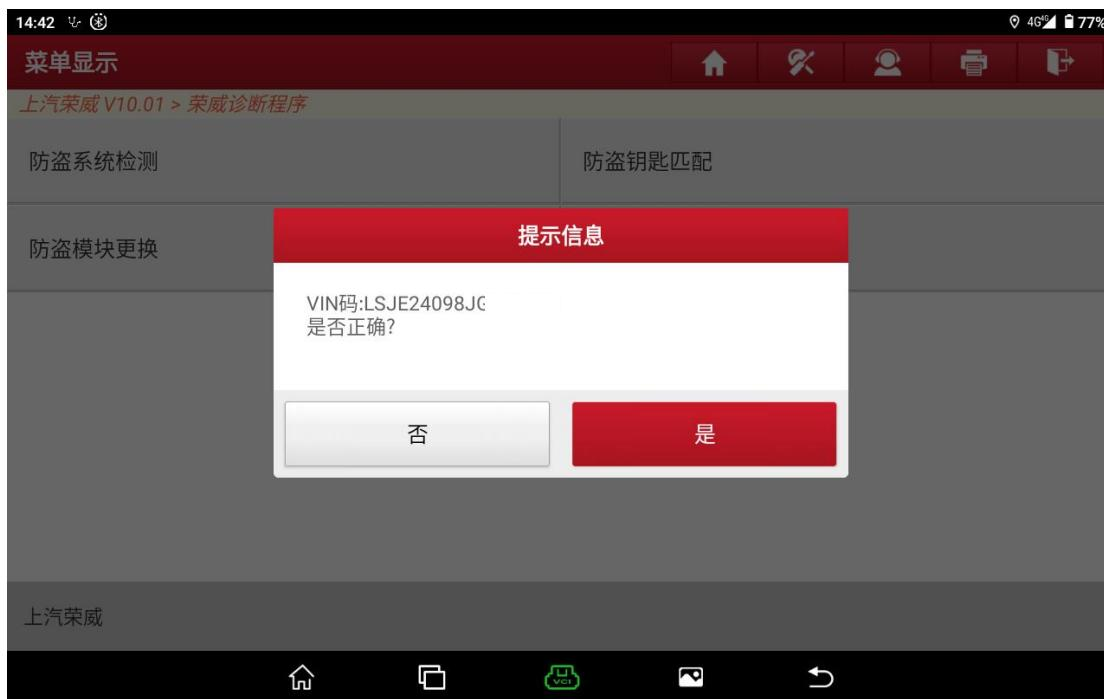

图 5
3. 选择确认车辆 VIN 码是否正确, 【否】需要手动输入正确的 VIN 码, 【是】则下一步 (图 5)。